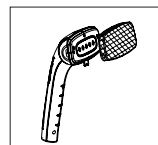

Figura 14
- Coloque la funda de tela sobre la boquilla de vapor (Figura 14).